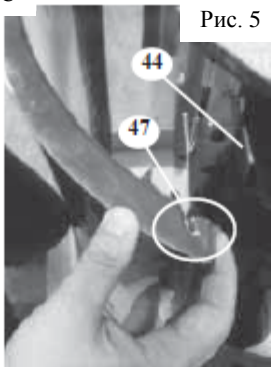

Рис. 5
5) Совместите апертуры, имеющиеся в передней части керамической панели (47), с крепежными кронштейнами (44), расположенными на конструкции (Рис. 5).
- 14) Совместите аперттуры, имеющиеся в передней части керамической панели (47), с крепежными кронштейнами (44), расположенными на конструкции (Рис. 5)